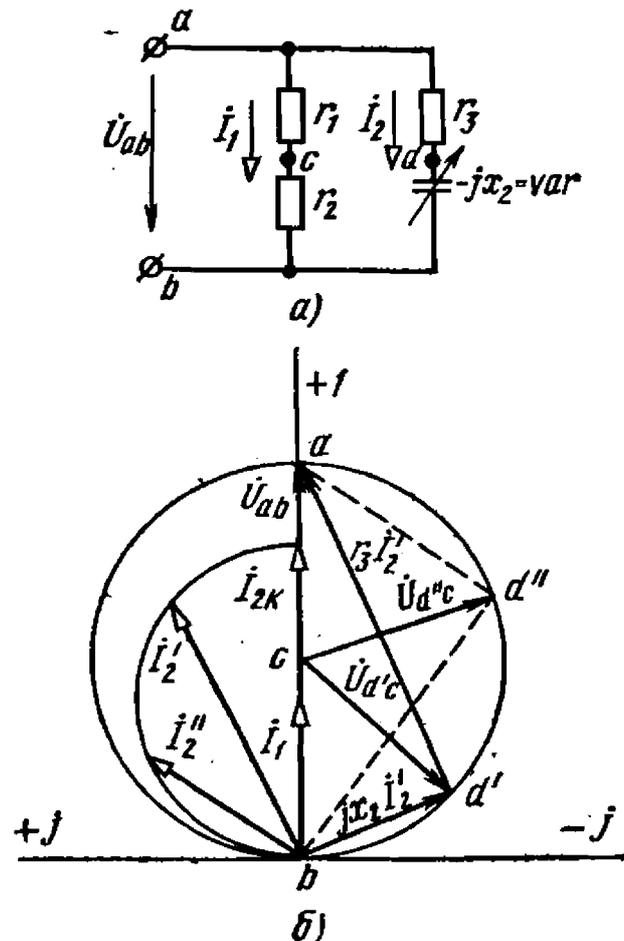

Рис. 4.33
4.33. Определить пределы изменения фазы напряжения U_{dc} цепи (рис. 4.33, а) по отношению к фазе напряжения источника питания $U_{ab} = 100$ В, если сопротивления цепи $r_1 = r_2 = r_3 = 10$ Ом, а сопротивление x_2 изменяется от 0 до ∞ .
Ответ. Фаза напряжения U_{dc} изменяется от 0 до -180° . Величина напряжения U_{dc} неизменна и равна 50 В. Круговая диаграмма приведена на рис. 4.33, б. Положение точки d на диаграмме показано для двух случаев; $x = x_2'$ и $x = x_2''$; при этом $x_2'' > x_2'$.